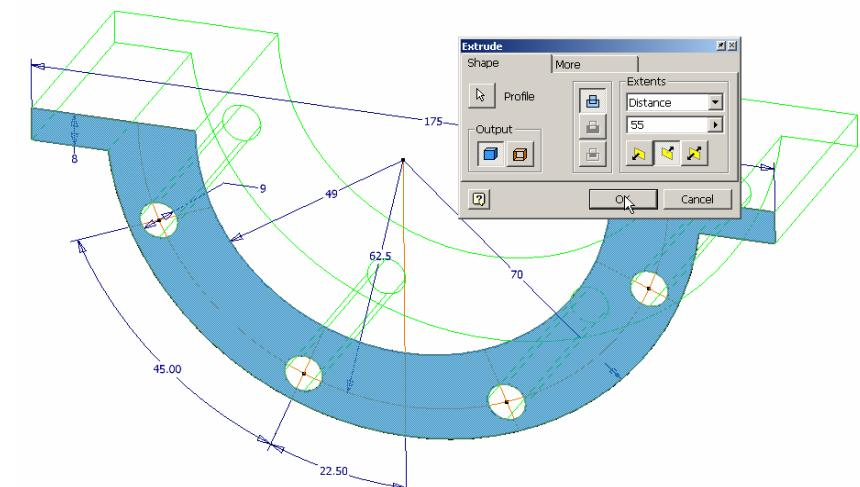

Figura 2.16.3.
- din lista **Extents** - opțiunea **Distance** - distanța de extrudare **55**, figura 2.16.3.
Prin click stânga mouse se selectează fața afișată în culoarea de selecție din figura 2.16.3 și se lansează o nouă schiță, prin tasta **S**, pentru a realiza gaura $\Phi 55$ de adâncime 47 prin decupare (extrudare cu tăiere prin **Cut**).